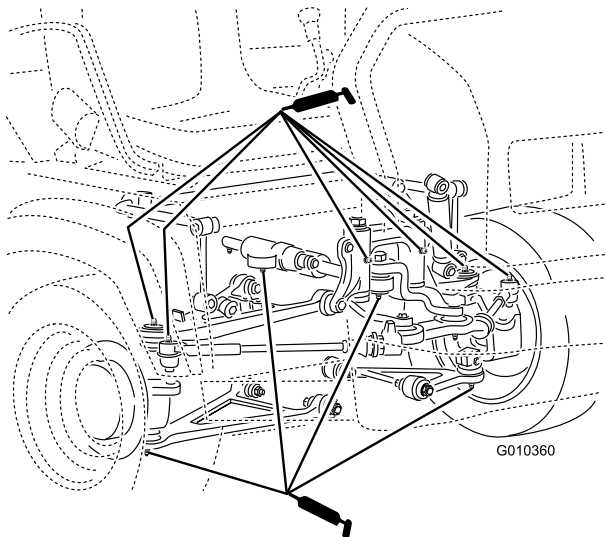

Figura 36
- **Rótulas (4);** consulte Figura 36
- **Montagens articuladas (2);** consulte Figura 36
- **Cilindro de direção (2);** consulte Figura 36
- **Barras de ligação (2);** consulte Figura 36